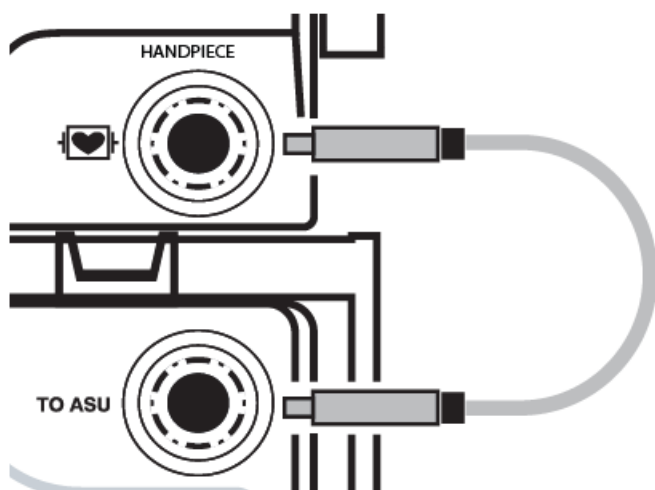

図 6 RF インターフェースケーブルの接続 (ASU2/ASB3 フロントパネル)
5. ASU2 と ASB3 のフロントパネルにあるアイソレーター接続口／電流入力口に RF インターフェースケーブルをカチッと音がするまで接続し、コネクタは位置合わせのために矢印が付けられております (図 6 参照)。